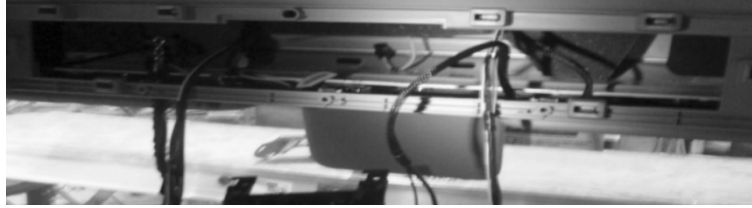

Figura 11
- a. Primero, perforo agujeros pilotos de 1/8" para los (18) agujeros marcados.
- b. Perfore los (12) agujeros de soporte central de 9/32".
- c. Perfore (1) agujero superior del soporte exterior de 9/32".
- d. Perfore los (2) agujeros inferiores del soporte exterior de 25/64".
- a. Prepare el interior para tener acceso. (vea la Figura 11)